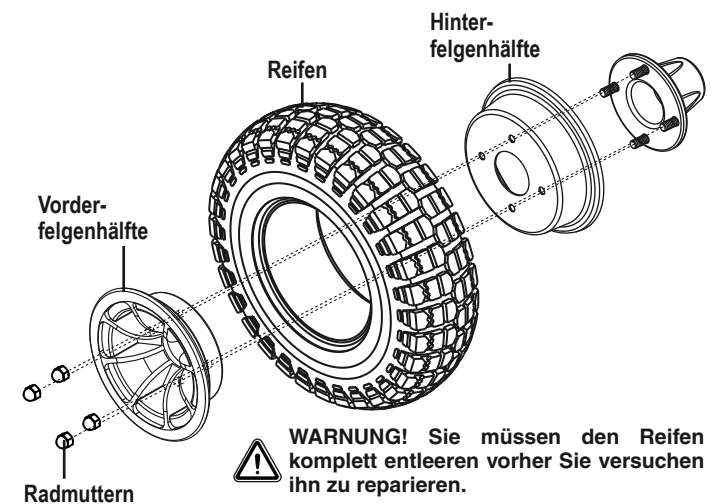

Bild 17. Antriebsrad auseinandergebaut
6. Entfernen Sie die Schrauben und trennen Sie die Vorder- und Hinterfelge. **Siehe Bild 17.**
10. Setzen Sie die vier (4) Radmuttern wieder ein, und ziehen Sie diese an.